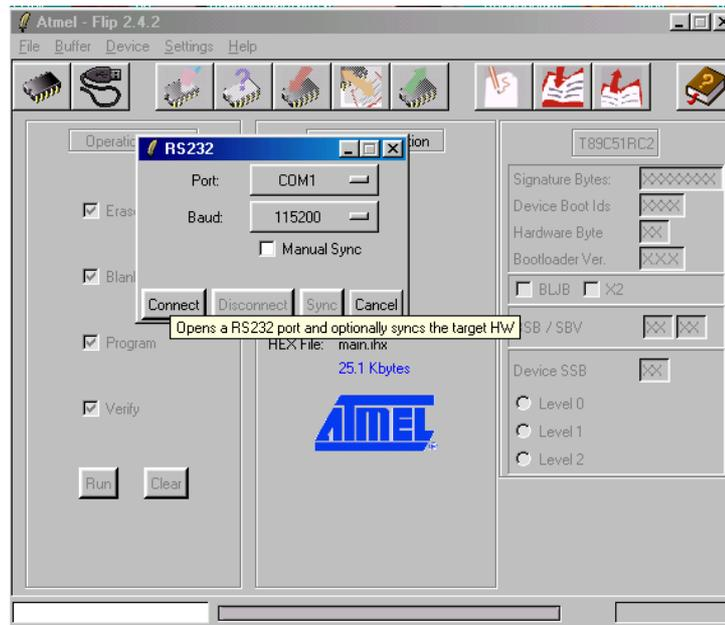

Рисунок 2.
- 10) Настройте соединение ПК с коммуникатором по интерфейсу RS232 (**Settings**→**Communication**→**RS232**) рисунок 2. Выберите используемый COM порт и желаемую скорость обмена. Коммуникатор поддерживает любую предлагаемую программой скорость обмена в диапазоне от 2400 до 57600. Нажмите кнопку **Connect**.